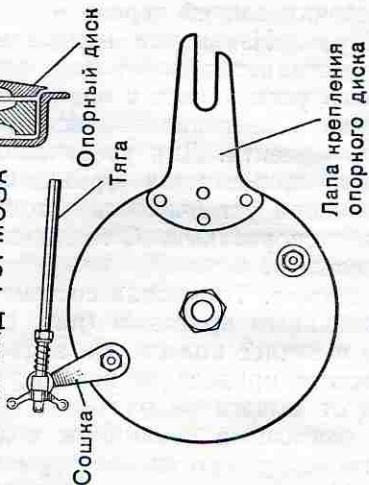

Рис. 89. Тормозные барабаны и тормоза мотоциклов
**Тормоз.** Тормозная система мотоцикла с механическим отдельным приводом (рис. 89), действующим на переднее и заднее колеса. На заднее колесо действует система ножного привода от педали, на переднее — ручной привод от рычага на руль.